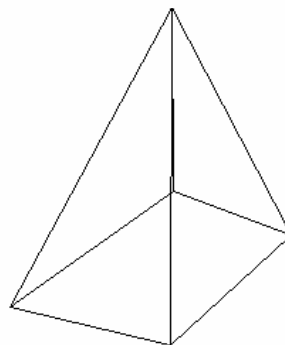

图 13-23 三棱锥表面
2) Specify apex point of tetrahedron 选择该选项时, AutoCAD 要求用户输入一个顶点, 绘制出如图 13-23 所示的一个。